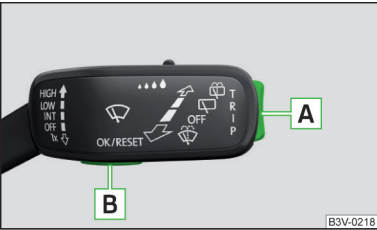
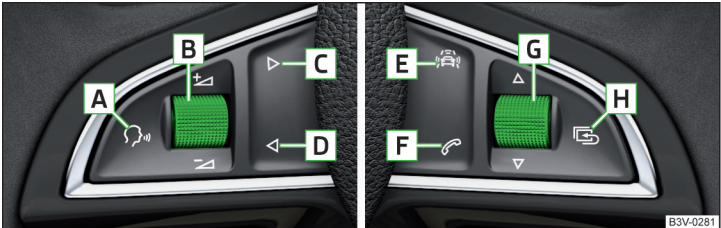

Bild 30
Bild 31 Knappar/inställningsrattar: på multifunktionsratten
- Håll knappen **A** på manöverspaken intryckt en längre stund » bild 30 på sidan 42.
- Håll inställningsratten **G** på multifunktionsratten intryckt en längre stund » bild 31 på sidan 42.
Menyerna kan manövreras med hjälp av knapparna på manöverspaken » bild 30 på sidan 42 resp. på multifunktionsratten » bild 31 på sidan 42.
Genom att därefter vrida på inställningsratten **G** » **bild 31** på sidan 42 på multifunktionsratten visas menyn **Senaste resmål**.
➤ Vrid inställningsratten  » **bild 31** på sidan 42.